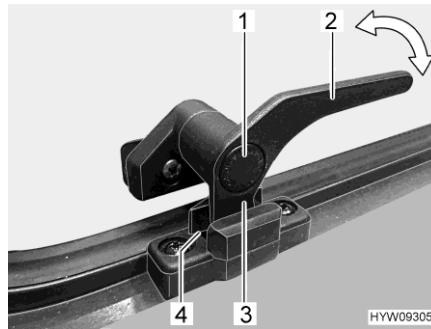

Bild 46 Verriegelungshebel (Stellung "Dauerbelüftung")
- in Stellung "Dauerbelüftung" (Bild 46)
- Sicherungsknopf (Bild 46,1) drücken und gedrückt halten.
- Den Verriegelungshebel (Bild 46,3) eine viertel Umdrehung zur Fenstermitte hin drehen.
- Den Verriegelungshebel wieder zurückdrehen. Die Verriegelungsnase (Bild 46,3) am Verriegelungshebel dabei in die Aussparung der Fensterverriegelung (Bild 46,4) einfahren.
- Sicherungsknopf (Bild 46,1) loslassen.